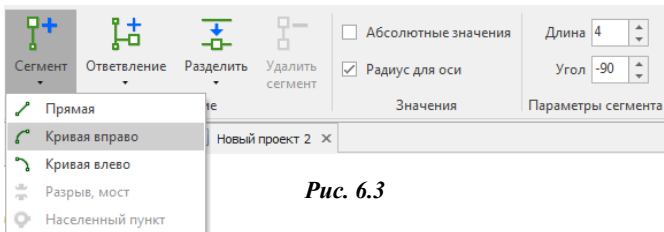

Рис. 6.3
2. На вкладке **Указатель** в выпадающем меню **Сегмент** (рис. 6.3) добавьте сначала кривую вправо с радиусом 0,5 и углом 90°, а затем прямую длиной 6,5.